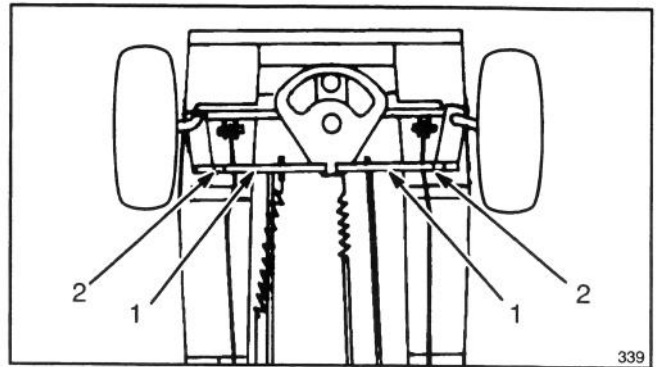

Figure 27
1. Pour aligner les roues avant, desserrer le contre-écrou et tourner la barre d'accouplement jusqu'à ce que l'axe entre l'avant des roues (d') fasse de 1,5 mm à 6,3 mm moins que l'axe entre l'arrière des roues avant (d'') (Figs. 27 et 28).